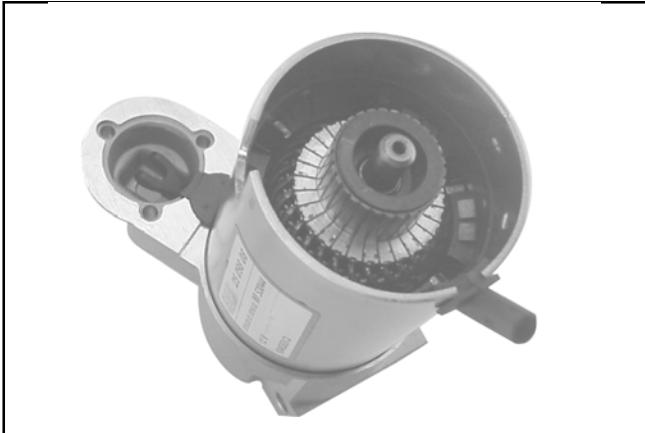

Figura 8-61. Installazione di telaio e tubo di spурго.
8. Installare il telaio, con la tacca piccola in avanti, su indotto e cappuccio terminale dell'innesto. Allineare la tacca con la sezione corrispondente nell'anello passacavi in gomma. Installare il tubo di spурго nella cavità posteriore, qualora sia stato smontato in precedenza. Vedere Figura 8-61.